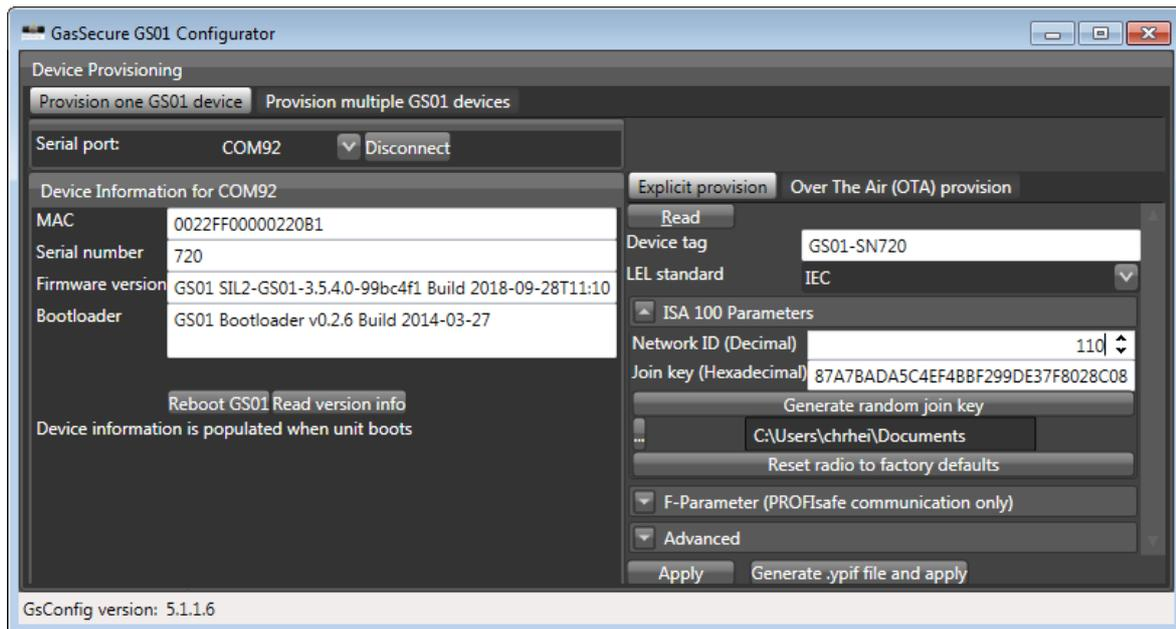

Figura 3-1: GS01 Configurator
- b) Execute o GS01 Configurator e selecione a porta COM correta. Mantenha o modo padrão "Provision one GS01 device". Pressione o botão "Connect" e verifique se as informações do dispositivo são exibidas, cf. Figura 3-1. Pressione o botão "Read version info" se as informações do dispositivo não forem exibidas automaticamente. Pressione o botão "Read" para que o status de provisionamento atual do dispositivo seja exibido. Mantenha a "provisão explícita".
- c) Insira o rótulo do equipamento⁵ e o ID de rede necessário em formato decimal⁶, cf. Figura 3-1.
- Execute o GS01 Configurator e selecione a porta COM correta. Mantenha o modo padrão "Provision one GS01 device". Pressione o botão "Connect" e verifique se as informações do dispositivo são exibidas, cf. Figura 3-1. Pressione o botão "Read version info" se as informações do dispositivo não forem exibidas automaticamente. Pressione o botão "Read" para que o status de provisionamento atual do dispositivo seja exibido. Selecione "Provisionamento Over The Air (OTA)".